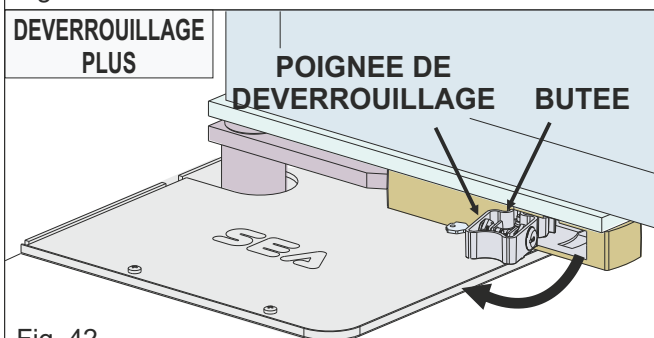

Fig. 42
- tirez la clé vers l'extérieur jusqu'à sa butée, afin de libérer la poignée du système de déverrouillage (Fig.42)